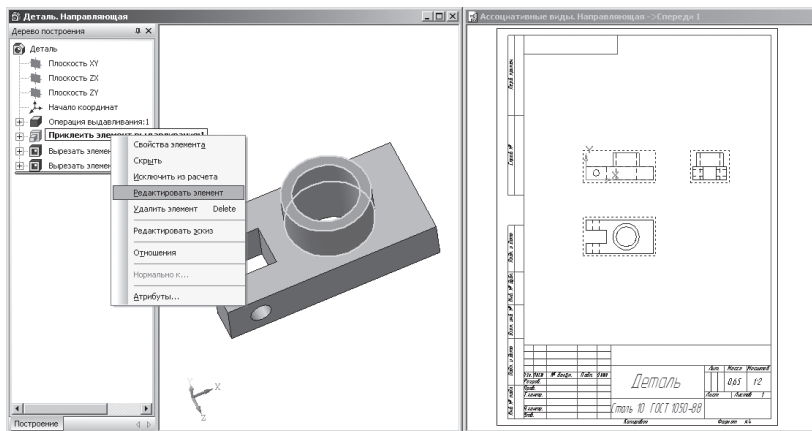

Рис. 315
- Активизируйте окно документа **Деталь. Направляющая**. Щелчком ПКМ выделите элемент **Приклеить элемент выдавливания: 1** и войдите в режим **редактирования элемента** (рис. 315). Измените величину приклеивания **Расстояние 1 – 40 мм**. Создайте объект.